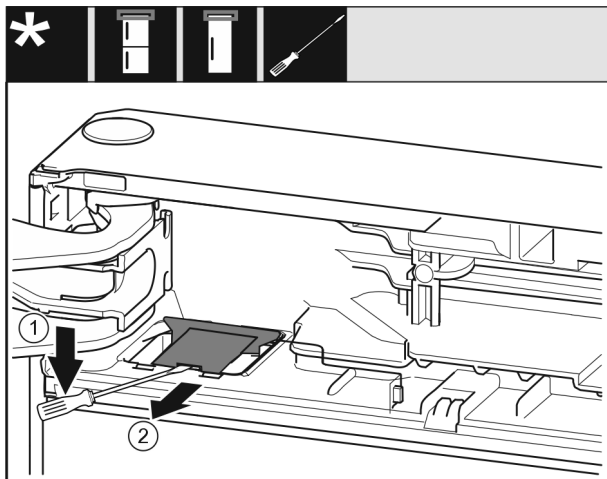

Fig. 11
- S ploščatim izvijačem snemite pokrov Fig. 11 (1).
- Odstranite pokrov Fig. 11 (2).